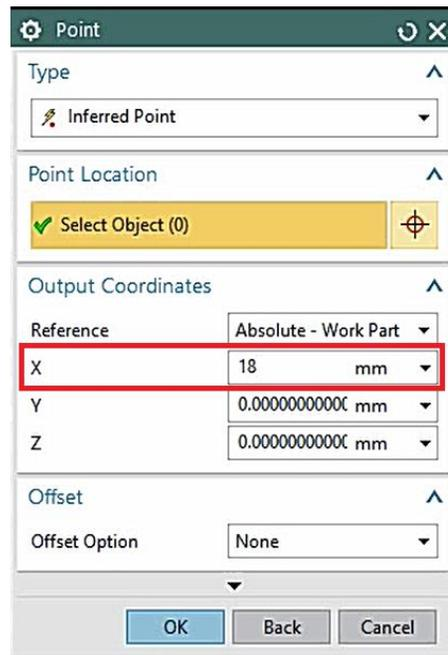

Figura 1.14 Coordenadas de pieza engrane2.prt.
- En la sección **Output Coordinates**, en X, poner *18 mm* (Figura 1.14).